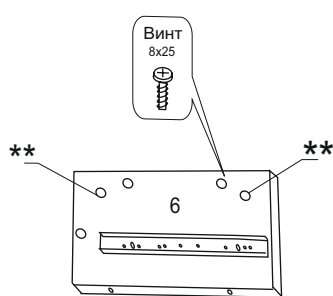

Рис.3
Далее собранную конструкцию присоединить к тумбам через сквозные отверстия в перегородках (рис.3) с помощью винтов 8x25 (№1), вставив винт в фурторку, установленную заранее (на производстве) в боковины тумб.
2. Каждая направляющая состоит из двух съёмных, зафиксированных частей. Поэтому возьмите и отодвиньте ножку фиксатора вниз и аккуратно вытащите съёмную часть направляющей. (рис.3а).
3. Теперь у нас каждая направляющая состоит из двух съёмных частей (рис.3б). Съёмные части №1 крепятся к боковине ящика, а части №2 к боковине ниши, где будет ящик. Съёмная часть направляющей №1 крепится к боковой стенке ящика.
7. Теперь как установить шариковые направляющие к боковине ниши. Передняя часть направляющей должна быть на одном уровне с краем боковины ниши, на которую крепится направляющая (рис.3в).
рис.3а
рис.3б
рис.3в